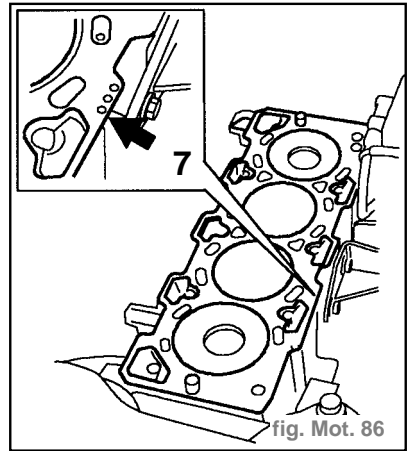

fig. Mot. 86
- Déterminer le dépassement le plus élevé et choisir le joint de culasse approprié (fig. Mot. 86) :